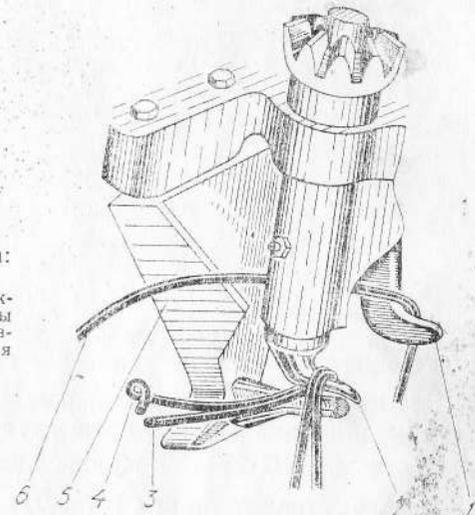

Рис. 19. Процесс формирования узла:
**Образование узла.** Почти одновременно с работой зажимов проволоки включаются в работу крючки-узловязатели 2 (рис. 19). Отрезанный конец проволоки 3 вместе с освобожденным из зажима концом 4 закручивается крючком-узловязателем в узел.